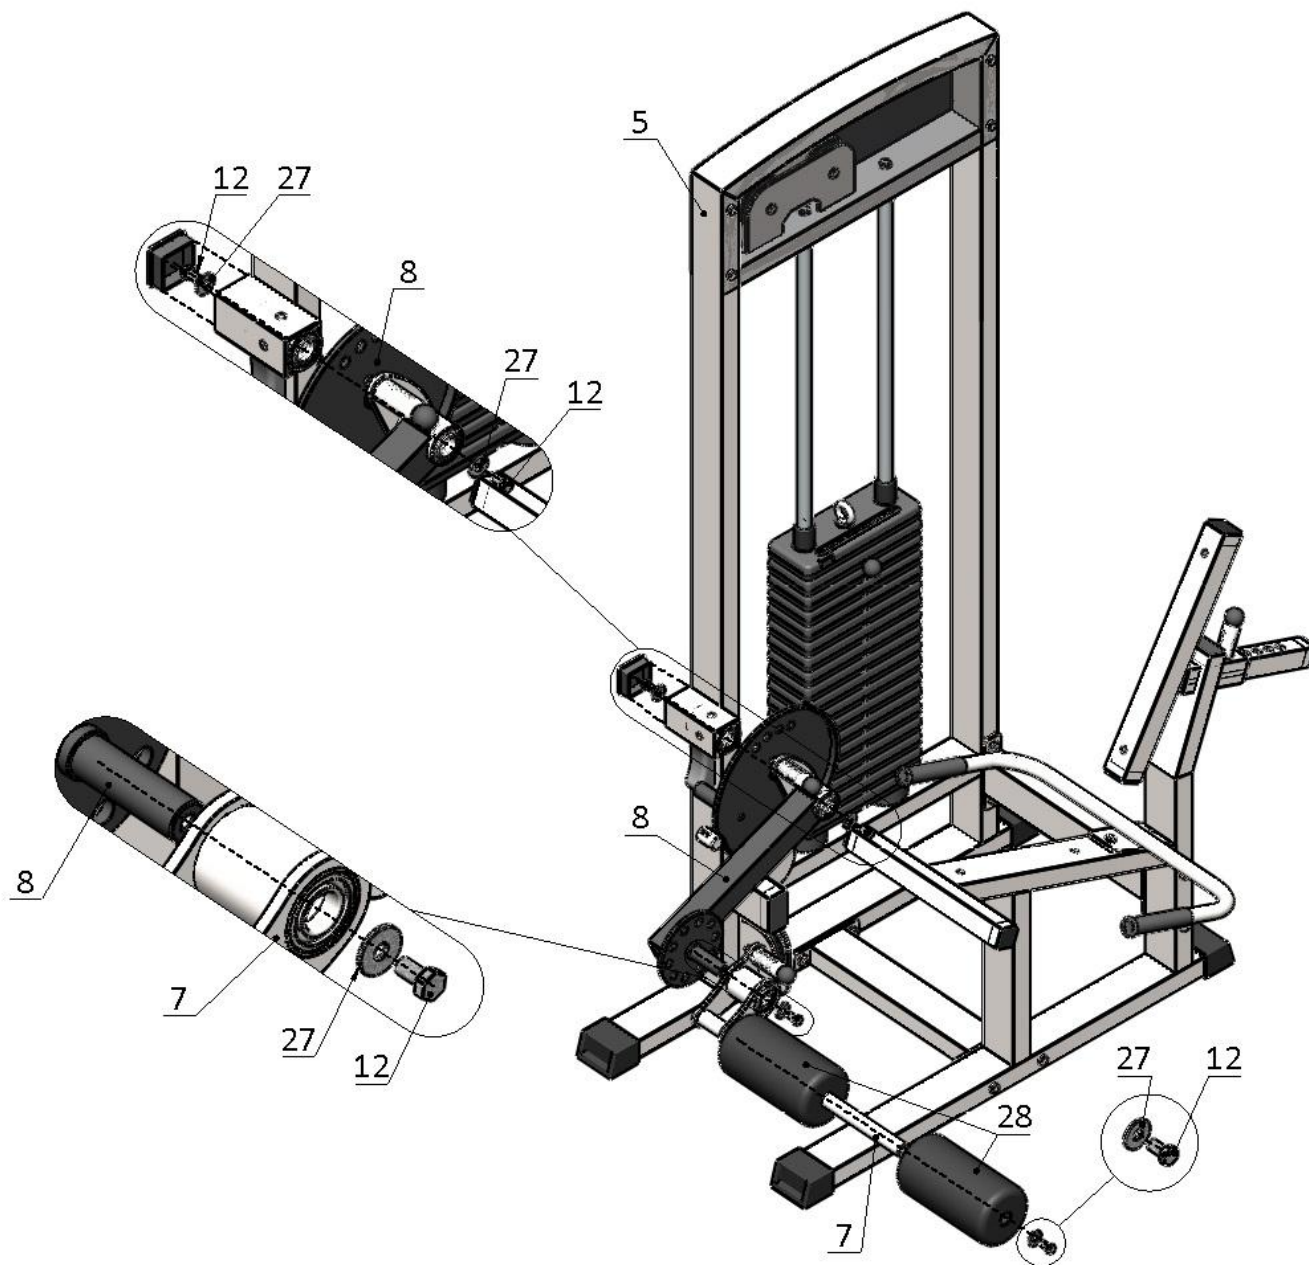

Рис.3
3. Снимите заглушку на выступе рамы под грузоблоки (5), вставьте ось узла подъема ног (8) в подшипники в выступе рамы (5), зафиксируйте данный узел с двух сторон комплектом крепежа: болт M10x20 (12), шайба D10 увеличенная (27). Вставьте заглушку обратно. На узел подъема ног (8) наденьте узел крепления валиков (7), зафиксируйте его комплектом крепежа: болт M10x20 (12), шайба D10 увеличенная (27). На узел крепления валиков (7) поочередно наденьте валики (28) и зафиксируйте их комплектом крепежа: болт M10x20 (12), шайба D10 увеличенная (27) (рис.3).